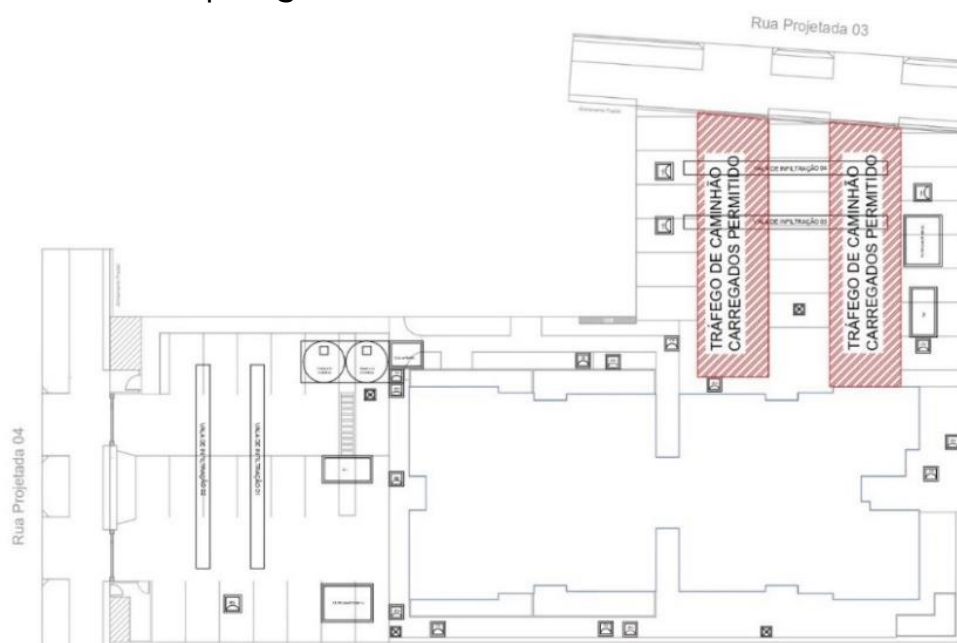

Figura 1 - Área permitida para permanência de caminhões
- Só é permitido a entrada de caminhões carregados, tanto para mudanças quanto em outras situações, pela entrada da Rua Projetada 03, e a sua permanência e tráfego dentro do empreendimento na área hachurada na Figura 1. Esse fato se deve a presença de caixas e fossas nos outros percursos, sendo assim, qualquer dano causado em situações do tipo, não é coberto pela garantia.